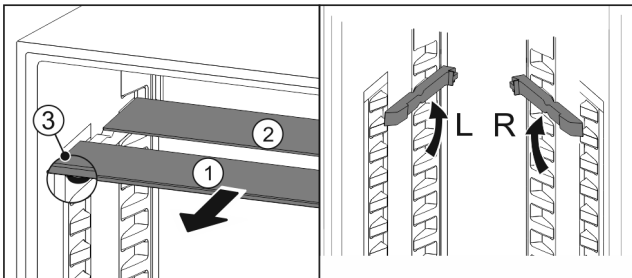

Fig. 30
- ▶ Glasplaten afzonderlijk vanaf de voorkant eruit trekken Fig. 30 (1).
- ▷ Glasplaat Fig. 30 (1) met sierlijst ligt voor.
- ▷ Stops Fig. 30 (3) zijn naar onder gericht.